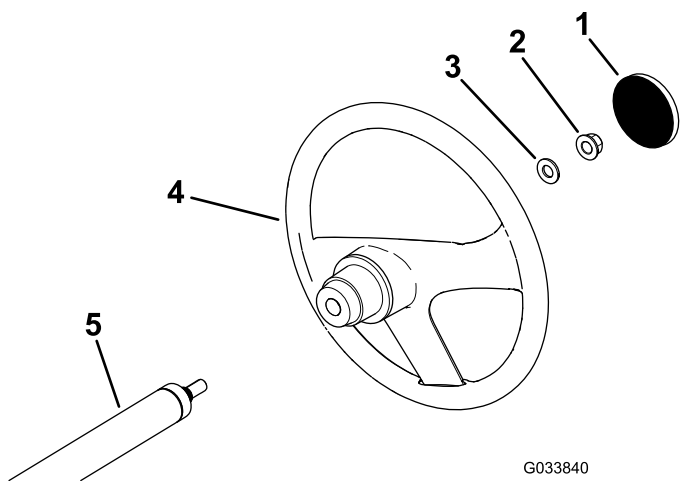

Figure 3
1. S'il est présent, déposez le couvre-moyeu du volant (Figure 3).
2. Retirez le contre-écrou (½") de l'arbre de direction (Figure 3).
3. Glissez le volant et la rondelle (½") sur l'arbre de direction (Figure 3).
5. Reposez le couvre-moyeu sur le volant (Figure 3).